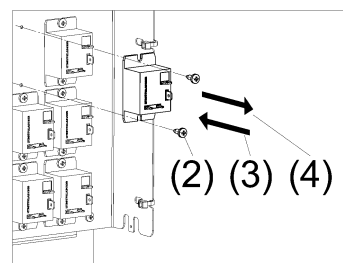

Рисунок 15. Замена реле
- (1) Отсоедините провода подсоединённые к реле (см. рис. 15);
- (2) Открутите крестовой отвёрткой два самореза, фиксирующие реле;
- (3) Снимите реле;
- (4) Установите новое реле взамен прежнему;
- (5) Подсоедините провода к реле.